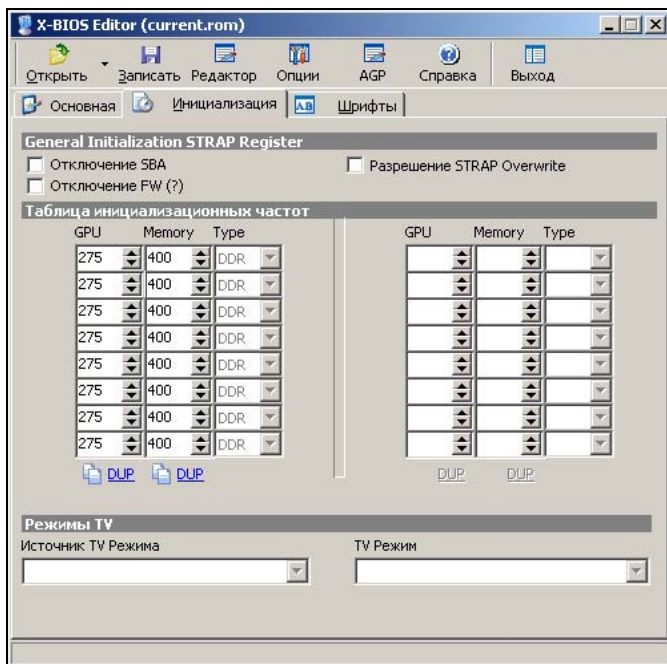

Рис. 16.3. Именно в этой вкладке программы "скрываются" возможности разгона
Вторая вкладка **Инициализация** имеет отношение к тем параметрам, которые могут повлиять на тактовую частоту видеопроцессора и видеопамяти, отключение таких режимов как **Fast Writes (FW)** или **SBA** — здесь все зависит от реализации BIOS (рис. 16.3).